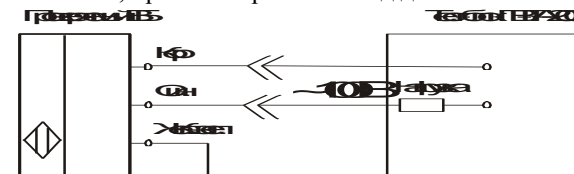

Рисунок 4. Трехпроводная схема подключения тест-блока с заземлением.
2.2.1.2. Трехпроводная схема подключения с заземлением (рис. 4):